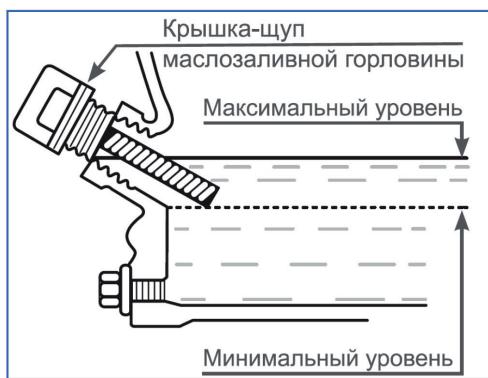

Рис. 11
**Примечание:** Максимальный уровень масла в картере соответствует нижней кромке маслосаливной горловины (рис. 11).